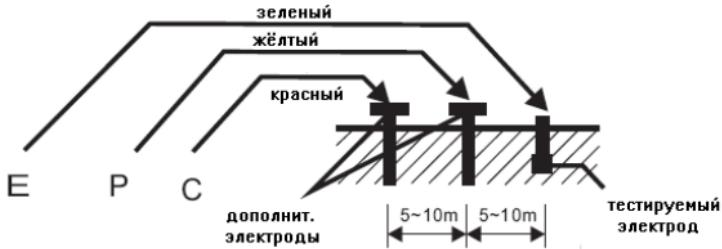

рис. 1 Схема измерений
- Подключить измерительные провода: зеленый, желтый и красный к прибору (входные гнезда **E**, **P** и **C** соответственно) и к дополнительным штырям заземления из комплекта прибора. Электроды - тестируемый и два дополнительных штыря (из комплекта прибора) должны располагаться на одной линии, на расстояниях указанных на рис. 1.